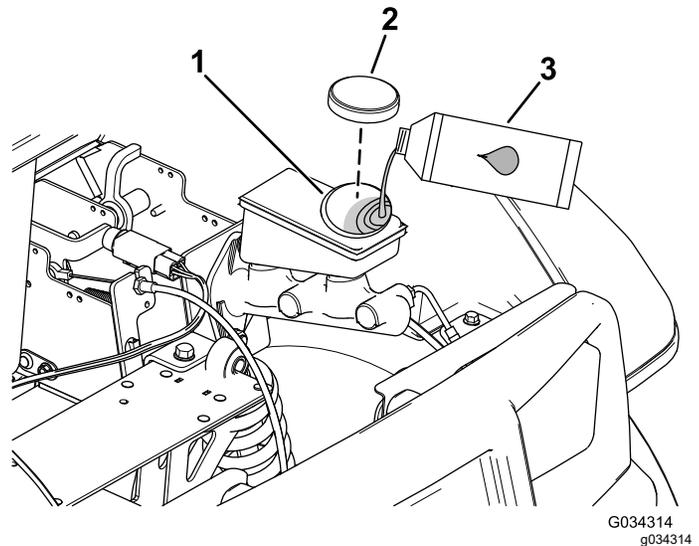

Bild 53
2. Heben Sie die Haube an, um den Hauptbremszylinder und den Behälter zugänglich zu machen (Bild 53).
- Reinigen Sie den Bereich um den Behälterdeckel und nehmen den Deckel ab (Bild 53).
- Schrauben Sie den Behälterdeckel wieder auf (Bild 53).